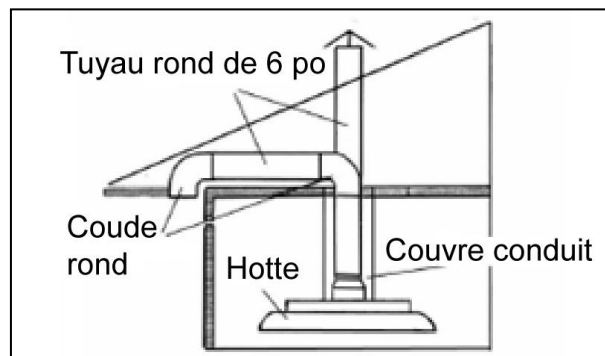

Figure 1
- Choisir l'emplacement du conduit de ventilation de la hotte vers l'extérieur. Voir Figure 1.